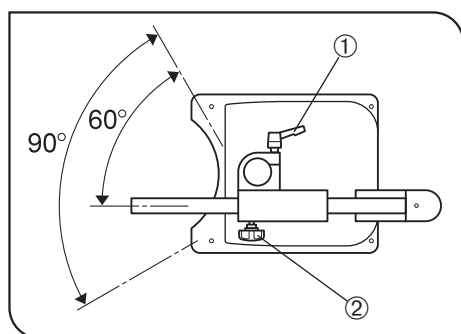

Fig. 17
2. För att vrida den horisontella armen runt pelaren, lossar man den vertikala klämspaken ①. Denna vridning är begränsad till 90° av vridstoppen på fallskyddsringen. Vridintervallet kan ställas till fronten 90° intervallet, vilket är systemets mest stabila, genom att rikta klämspaken ② på fallskyddsringen så att den är riktad mot stativets front. (Fig. 17)